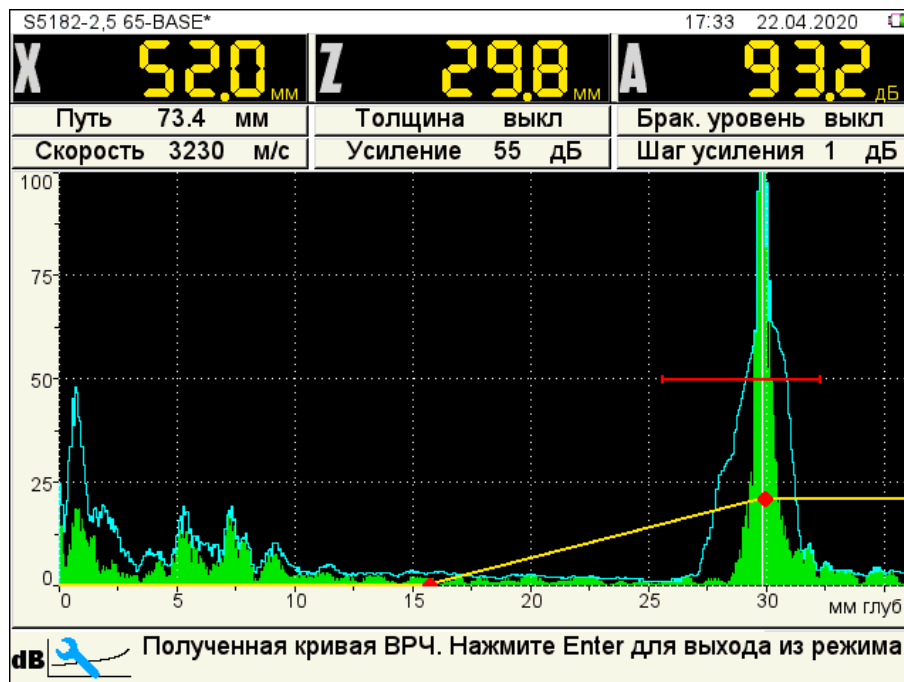

Рисунок 52
– подтвердить или отказаться от полученной ВРЧ (рисунок 52).